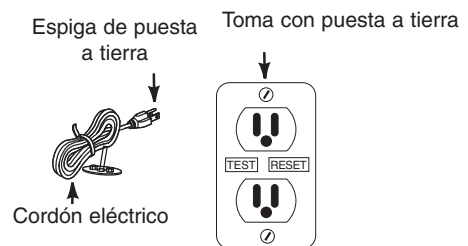

Figura 1
- La bomba debe conectarse a una toma con puesta a tierra que incluya un interruptor de circuito de tierra accidental (GFCI) (Figura 1).
- Inserte el enchufe del cordón de suministro eléctrico de la bomba directamente en la toma eléctrica de puesta a tierra de 115 voltios que está protegida mediante un interruptor de circuito de tierra accidental. (Figura 1)